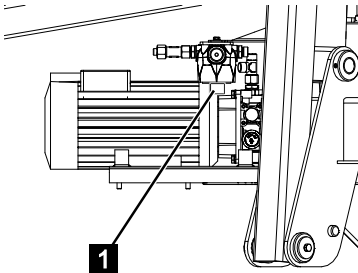

Abb. 149
6. Filtereinsatz (Abb.149/1) erneuern.